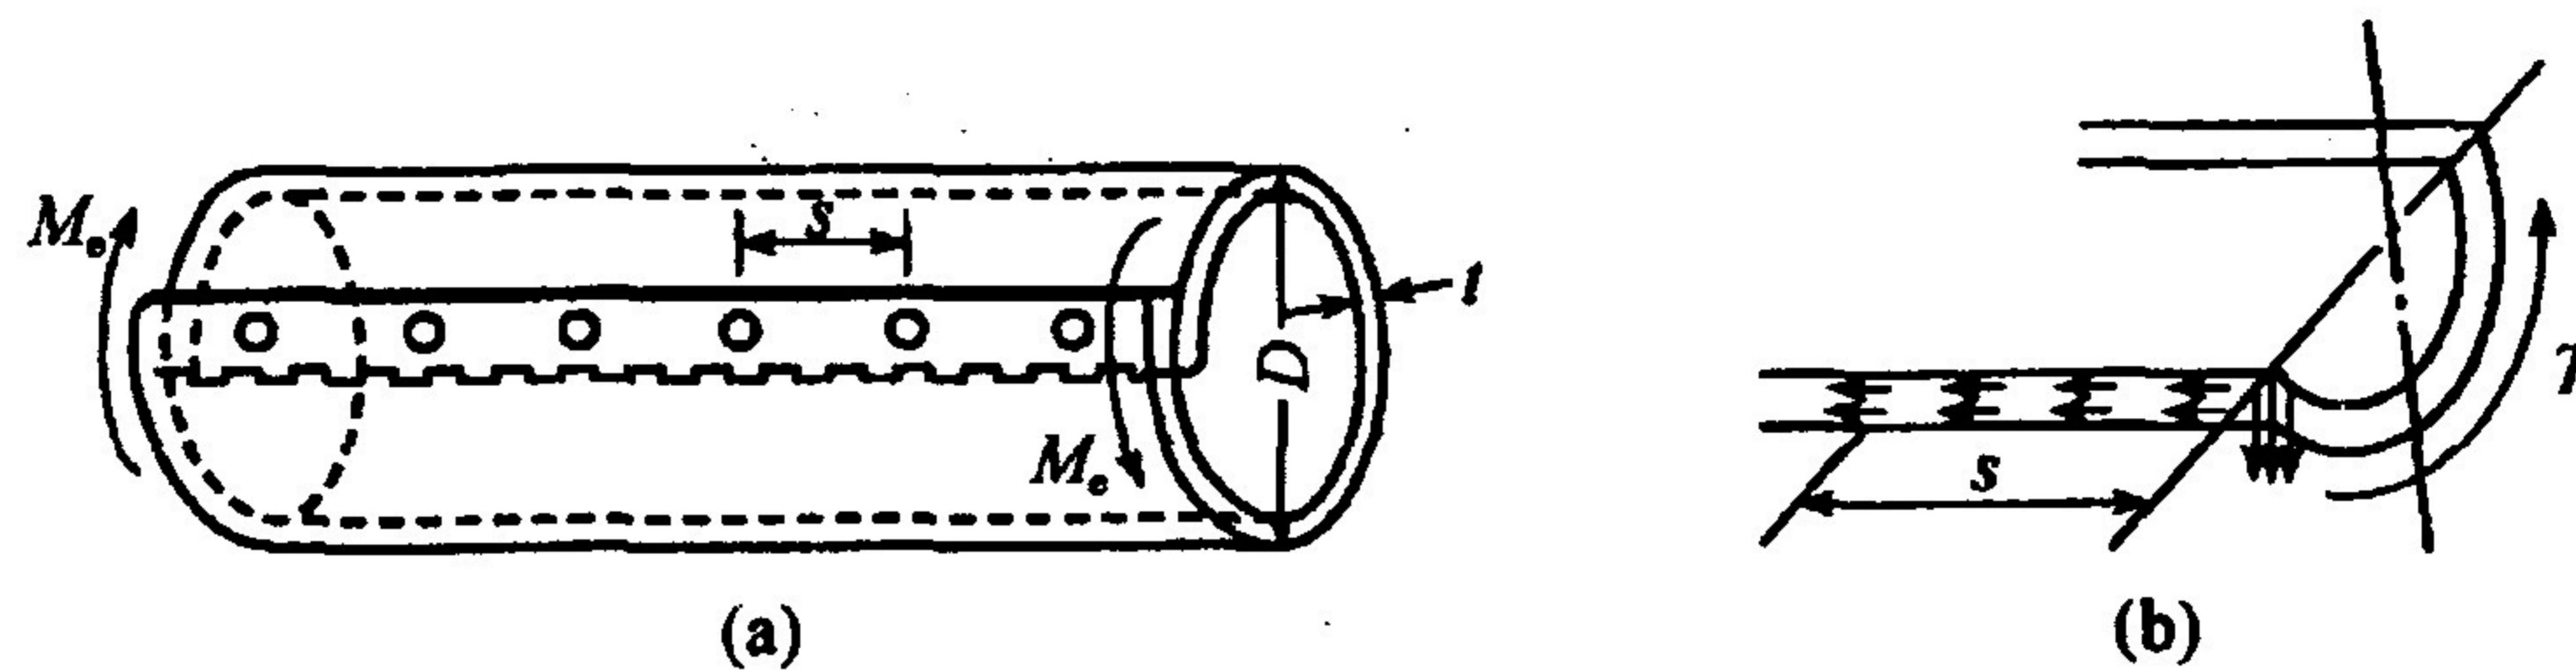

图 1.2
1.2 由厚度 $t=8\text{mm}$ 的钢板卷制成的圆筒，平均直径为 $D=200\text{mm}$ 。接缝处用铆钉铆接（图 1.2(a)）。若铆钉直径 $d=20\text{mm}$ ，许用切应力 $[\tau]=60\text{MPa}$ ，许用挤压应力 $[\sigma_{bs}]=160\text{MPa}$ ，筒的两端受扭转力偶矩 $M_e=30\text{kN}\cdot\text{m}$ 作用，试求铆钉的间距 s 。（12 分）
(1) 横截面上切应力 τ_1 。假设为一封闭薄壁圆筒，沿水平直径截开如图 1.2(b)所示，则横截面上切应力为